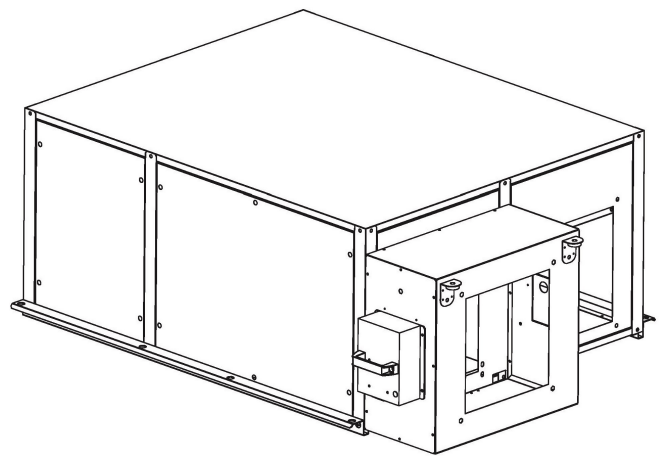

Fig.13
- La sezione con il modulo BIOXIGEN® viene posizionata di fronte alla bocca di mandata della macchina (1).
- Rimuovere il pannello laterale della sezione con il modulo BIOXIGEN®, svitando le viti di fissaggio (2).
- Avvitare parzialmente 4 viti M8 negli inserti presenti ai vertici della bocca della macchina (3).
- Agganciare la sezione con il modulo alla macchina facendo passare la testa delle viti sporgenti attraverso i fori a chiave e spingere verso il basso la sezione, in modo tale che la testa della vite risulti bloccata nella parte superiore del foro a chiave. Accedere alle 4 viti di fissaggio dal fianco della sezione e serrarle (4).
- Fissare nuovamente il fianco del modulo (2).
- Terminate queste operazioni il modulo risulterà montato come in fig. 13.
- In alternativa il modulo può essere installato lungo un tratto di canale rettilineo: in questo caso utilizzare tutte le 4 staffe di fissaggio con antivibrante per assicurare il modulo al soffitto (6).